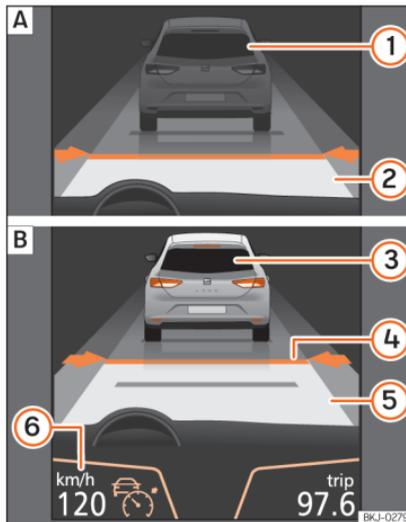
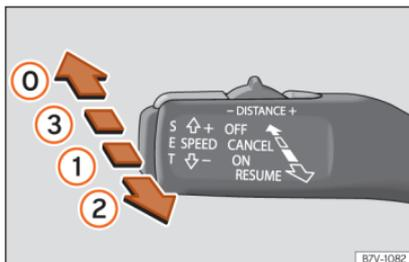
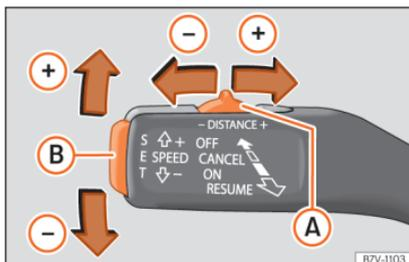
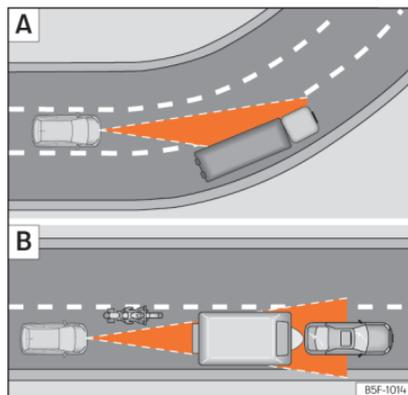

Abb. 255 Am Bildschirm des Kombi-Instruments: **A** ACC inaktiv (Standby). **B** ACC aktiv.
Abb. 256 Links an der Lenksäule: dritter Hebel für die Bedienung der ACC.
Abb. 257 Links an der Lenksäule: dritter Hebel für die Bedienung der ACC.
Abb. 258 **A**) Fahrzeug in einer Kurve. **B**) Vorausfahrender Motorradfahrer außerhalb des Erfassungsbereichs des Radarsensors. »»
Bildschirmanzeigen »»» **Abb. 255:**
Wenn die ACC eingeschaltet ist, schaltet sich auf der Schalttafel die grüne Kontrollleuchte ein (☺) und auf dem Bildschirm werden die programmierte Geschwindigkeit und der Zustand der ACC angezeigt » **Abb. 255**.
- Um die ACC zu aktivieren, bewegen Sie den Hebel in die Position **ON** » **Abb. 256** (1). Zu
- Drücken Sie anschließend die Taste **SET** » **Abb. 257** (B) oder bewegen Sie den Hebel in die Position **RESUME** » **Abb. 256** (2). In diesem Moment wird die ACC aktiviert und die aktuelle Geschwindigkeit und der Abstand werden programmiert. Die Anzeige am Kombi-Instrument wechselt in den Modus Aktiv » **Abb. 255** (B).
- Zur Programmierung der Geschwindigkeit schieben Sie den dritten Hebel nach oben (+) oder nach unten (-) bis zur gewünschten Geschwindigkeit » **Abb. 256** (6). Die Einstellung der Geschwindigkeit erfolgt in Schritten von 10 km/h (6 mph).
- Falls Sie die Geschwindigkeit in Schritten von 1 km/h (0,6 mph) erhöhen möchten, bewegen Sie den Hebel in die Position **RESUME** » **Abb. 256** (2) bzw. drücken Sie zur Reduzierung die Taste **SET** » **Abb. 257** (B).
- Um das Abstandsniveau zu erhöhen oder zu reduzieren, bewegen Sie die Taste **A** nach rechts oder links »» **Abb. 257**.
Am Bildschirm des Kombi-Instruments wird das ausgewählte Abstandsniveau geändert »» **Abb. 255** **4**. Sie können aus 5 verschiedenen Abstandsniveaus auswählen. SEAT empfiehlt das Niveau 3. Der programmierte Abstand kann während der Fahrt oder bei Fahrzeugstillstand geändert werden »» **4**.
- Um die ACC zu deaktivieren, bewegen Sie den Hebel in die Position **OFF** (fest) »» **Abb. 256** **0**. In diesem Moment erscheint der Text **ACC deaktiviert** und die Funktion ist vollständig deaktiviert.
Die Beschleunigung des Systems lässt sich jederzeit durch Betätigen des Bremspedals oder Drücken des dritten Hebels bis zur Position **CANCEL** >>> **Abb. 256** **C** unterbrechen.
Beim Ein- oder Ausfahren einiger Kurve kann es vorkommen, dass der Radarsensor das vorausfahrende Fahrzeug nicht mehr erfasst oder auf ein Fahrzeug auf der Nebenspur reagiert >>> **Abb. 258** **A**. Es ist möglich, dass das Fahrzeug unnötigerweise bremsen oder nicht mehr auf das vorausfahrende Fahrzeug reagiert. In diesem Fall muss der Fahrer eingreifen, indem er beschleunigt oder durch Betätigen des Bremspedals oder Drücken des dritten Hebels bis zur Position **CANCEL** >>> **Abb. 256** **C** den Bremsvorgang abbricht.
Der Radarsensor kann schmale oder versetzt fahrende Fahrzeuge nur erkennen, wenn sich diese innerhalb seiner Reichweite befinden >>> **Abb. 258** **B**. In diesen Fällen müssen Sie bei Bedarf selbst bremsen.